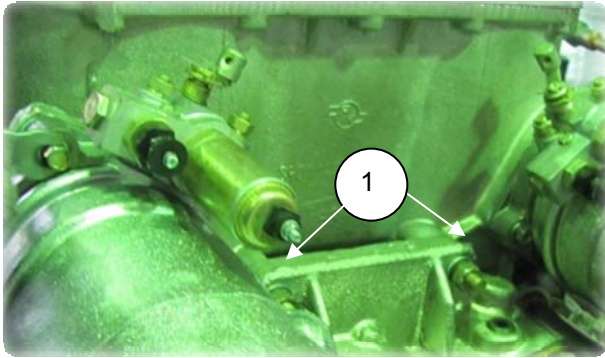

Рис. 2.17
1. Отвернуть 2 гайки М12 (1) (S=19) крепления охладителя к картеру маховика (рис. 2.17).